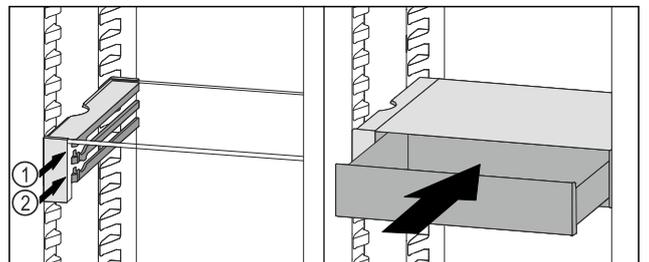

Fig. 109
- ▶ Coloque el cajón VarioSafe en la nervadura deseada Fig. 109 (1) o Fig. 109 (2) detrás de los topes.